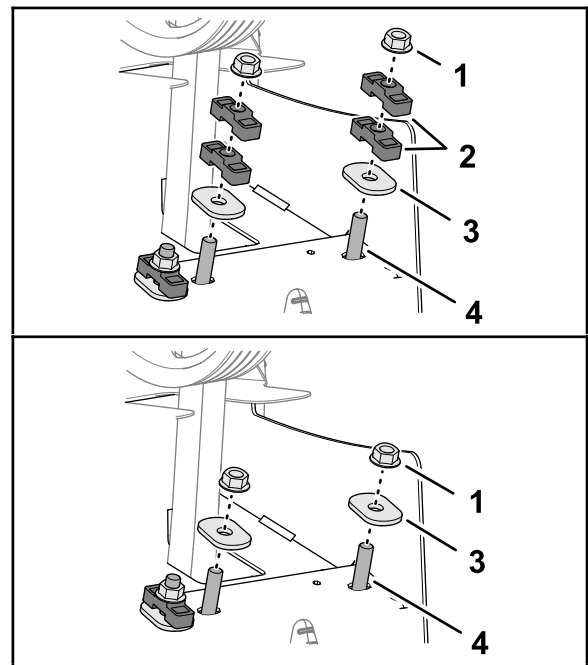

Bild 134
6. Befestigen Sie die Dämpferwelle und die Distanzstücke mit den gehärteten ovalen Unterlegscheiben und Sicherungsmuttern am hinteren Rahmen (Bild 134).